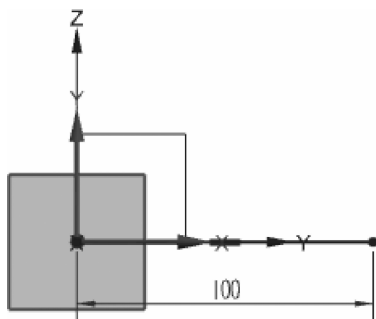
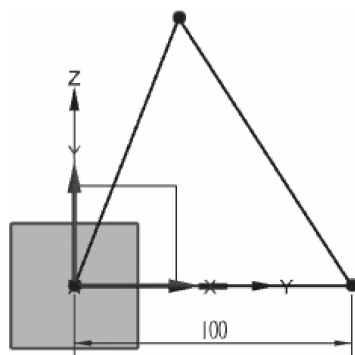

图 2-25 绘制长度为 100 的水平线
图 2-26 绘制三角形
(2) 在“草图”工具条中单击  图标, 创建长度 100 的水平线, 如图 2-25 所示; 同样创建任意长度的直线构成一个三角形, 如图 2-26 所示。